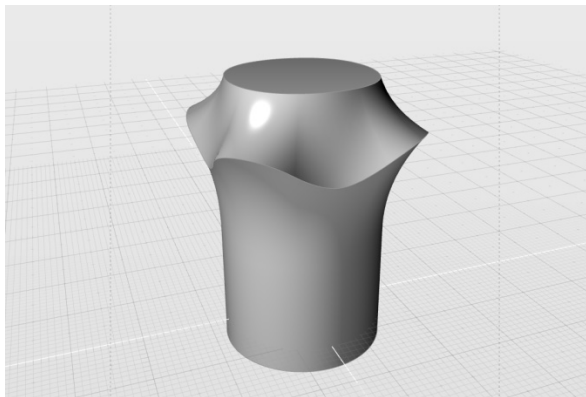

图 4-110 打开练习文件
1) 打开素材文件夹“练习 (4.4.4)”中的 Evolve 文件, 该文件中包含一个实体模型, 如图 4-110 所示。